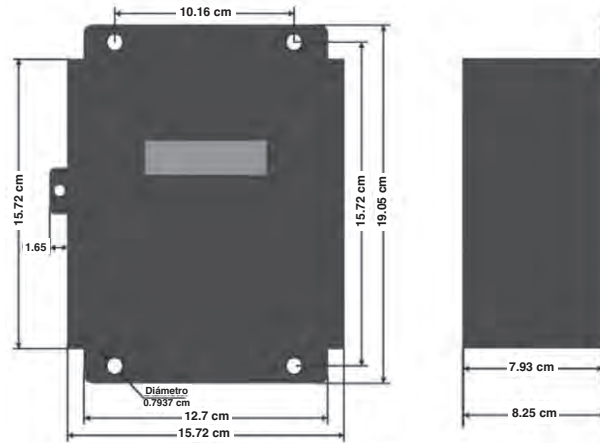

Figura 1: Dimensiones de la Caja de Acero
- Los medidores Serie 1000 y Serie 2000 individuales están disponibles en dos cajas: 1. En la Figura 1 se muestran las cajas de acero JIC grado industrial para instalaciones en interiores.